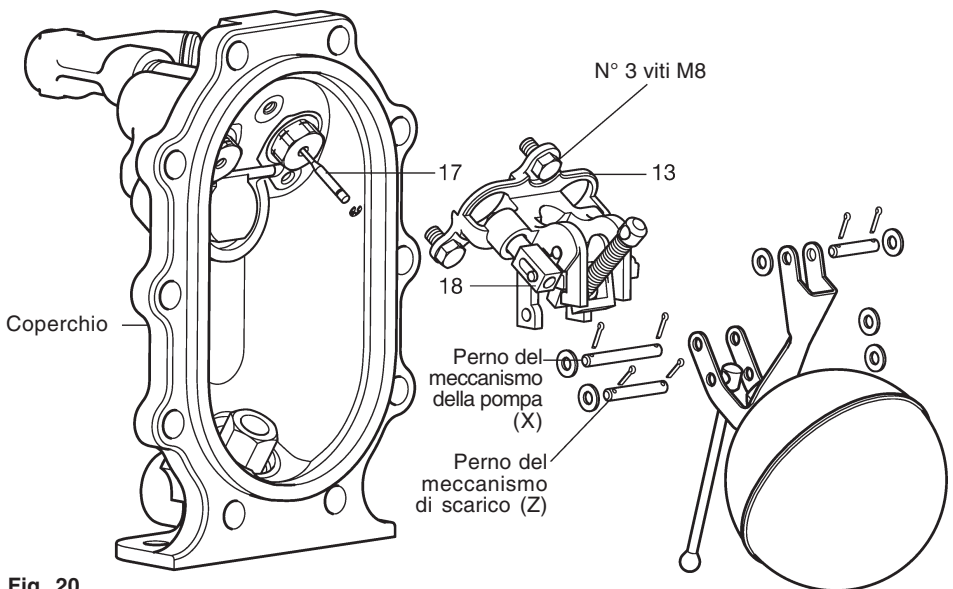

Fig. 20
4. Sfilare copiglia e rondella da un lato dell'alberino del meccanismo di scarico (Z) ed estrarlo.
6. Sfilare copiglia e rondella da un lato dell'alberino del meccanismo della pompa (X).
7. Per estrarre l'alberino (X), si dovrà staccare dal coperchio il supporto completo (13) della pompa, svitando le tre viti di fissaggio M8 e **togliendo l'anello elastico dalla valvola di ingresso del vapore** (17). Estrarre l'alberino del perno della pompa (X).
10. Si consiglia di rimontare gli alberi con questa sequenza: (vedere la fig. 20)